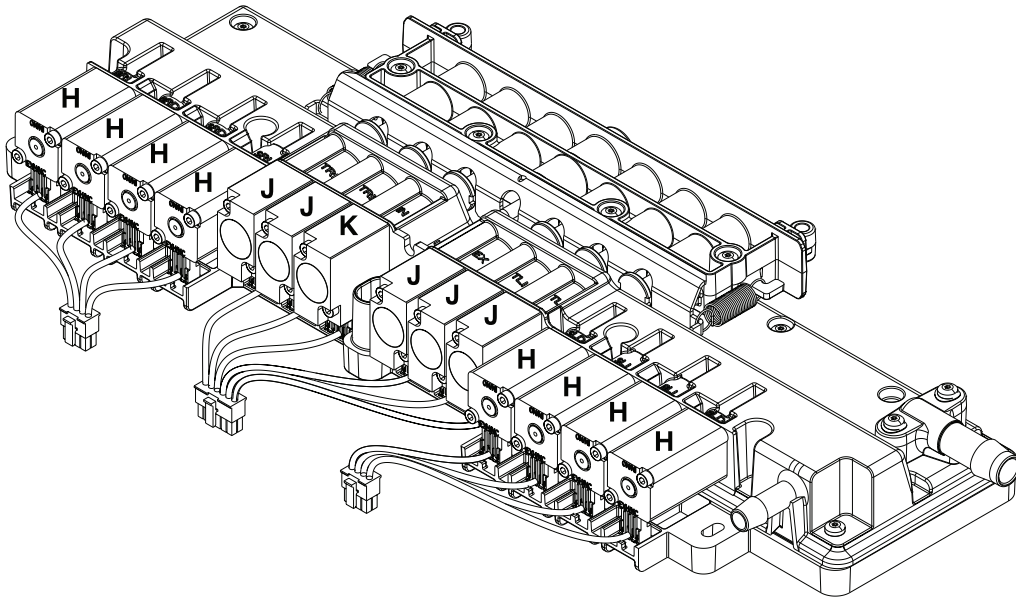

Figure 2-19 : Electrovanne
3. A l'aide du tournevis dynamométrique fourni, retirer les deux vis qui retiennent l'électrovanne (H, J ou K) sur le collecteur (Figure 2-19 à la page 2-40). Conserver les vis.